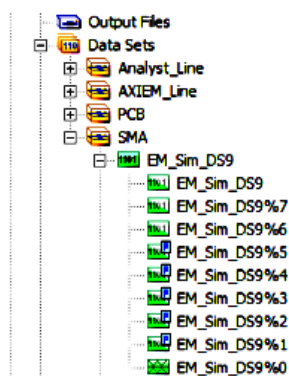

Рис. 112
- При активном окне трёхмерного отображения ЭМ структуры **SMA** разверните группу **Data Sets** в левом окне просмотра проекта, а затем разверните подгруппу **SMA** щёлкнув мышкой по значку + слева от имени группы. Будет показан весь имеющийся набор данных для всех выполненных анализов (рис. 112).